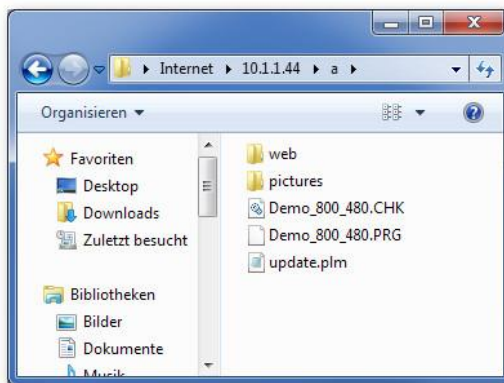

Abb. 8-3: Dateien des Bootprojekts auf den FTP-Server kopiert
- Kopieren Sie zuletzt die Datei *UPDATE.PLM* in den geöffneten Ordner *a* (Abb. 8-3). Nach ca. 5 Sekunden startet automatisch der Installationsvorgang. Bei Steuerungen mit Display wird der Vorgang im Display angezeigt.